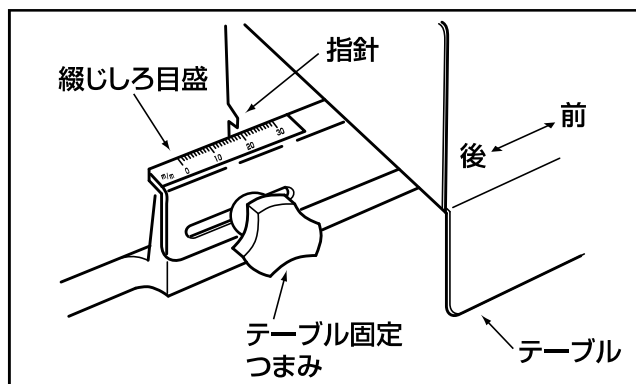

図10
- テーブル固定つまみをゆるめて、テーブルを前後にスライドさせて、綴じしろを決定してください。 **図10 参照**